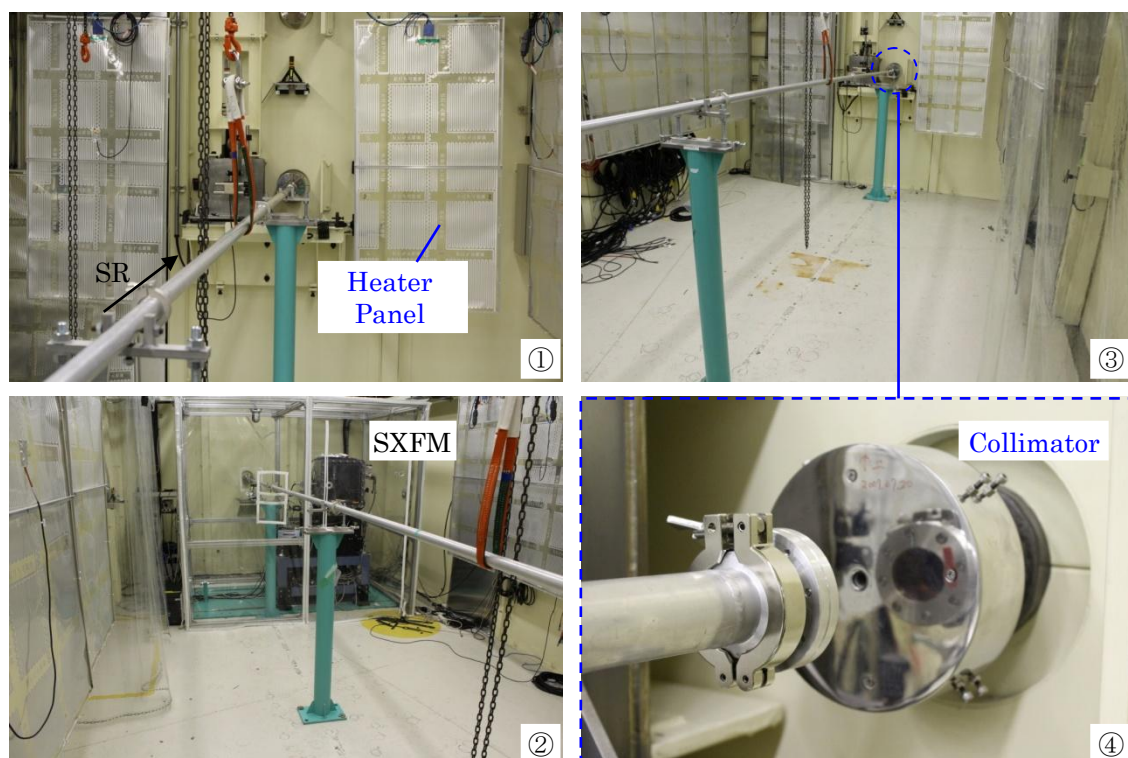

図 5 実験ハッチ 3 の準備例
図 5 のように支柱と NW40 のパイプを接続し、真空引きを行う場合には MV1 を閉にして MV1 下流の SCP を使用する。支柱は蛍光 X 線顕微鏡のブース内、ハッチ中央、ハッチ下流に立てる。パイプは番号が若い順に上流から接続し、支えが不十分であれば①のようにハッチ内のクレーン、U ボルト及びスリングでパイプを吊る。また④のように下流側はコリメータ直前までパイプを伸ばし、カプトンフランジで封じ切る。**※コリメータは“絶対に”許可なくはずさないこと。**